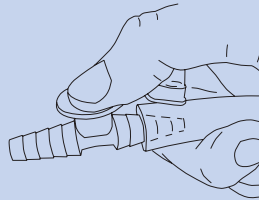

Abb. 25
2. Halten Sie die Öffnung des Absaugschlauchs (Abb. 2 (J)) und des Fingertips (Abb. 25) zu.